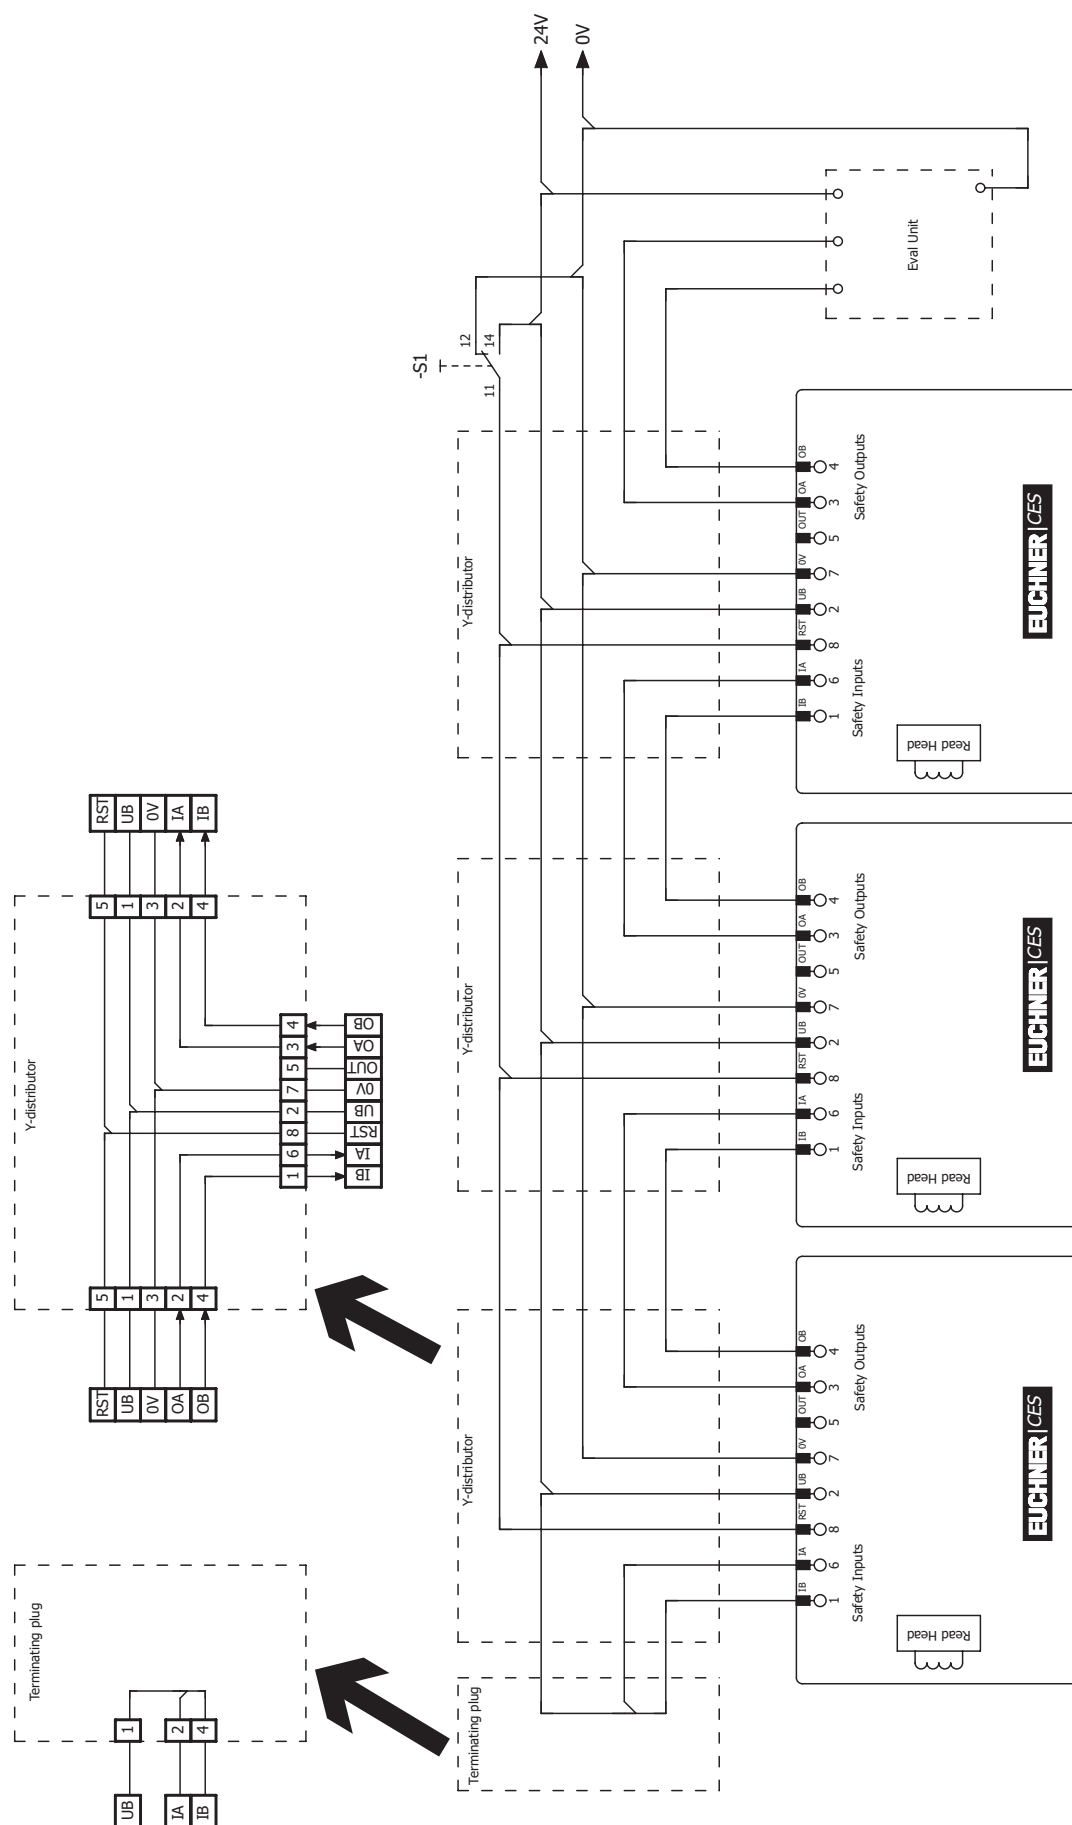

Bild 4: Anschlussbeispiel für Reihenschaltung mit Reset und Wechselschalter
- Es muss ein gemeinsames Signal für alle Schalter in der Kette verwendet werden. Dies kann ein Wechselschalter sein, es kann aber auch der Ausgang einer Steuerung verwendet werden. Ein Taster ist nicht geeignet, da der Reset im Betrieb immer auf GND liegen muss (siehe Schalter S1 in *Bild 4 auf Seite 22*).
Damit dies möglich ist, muss der Eingang RST wie in *Bild 4 auf Seite 22* beschaltet sein.